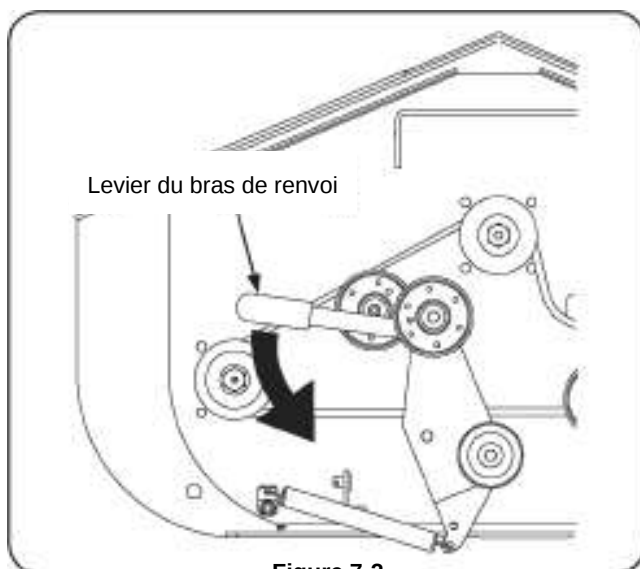

Figure 7-2
3. Diminuez la tension sur la courroie de la PTO en déplaçant le levier du bras de renvoi vers l'arrière du tracteur; puis, retirez la courroie de la poulie. Consultez la Figure 7-2.